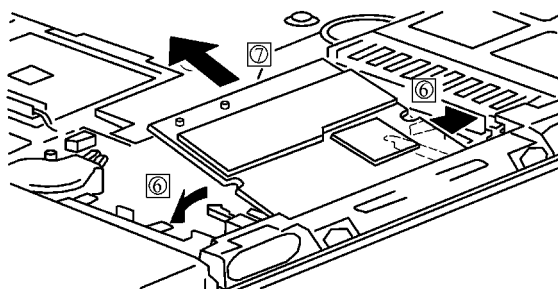

图 6-22 取出无线网卡
(3) 卸下网卡时，按箭头“⑥”、“⑦”方向拔出即可，如图 6-22 所示。